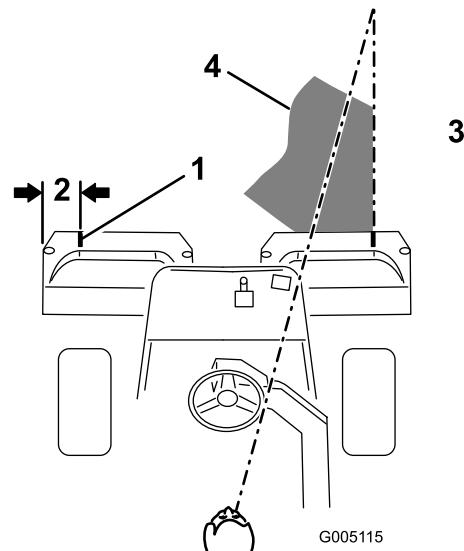

Figura 38
- Coloque uma fita branca ou pinte um tira em cada um dos cestos, paralelamente à extremidade exterior de cada cesto (Figura 38).